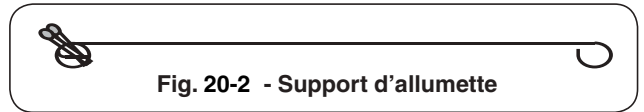

Fig. 20-2 - Support d'allumette
2. Insérez un allumeur brûlant de butane de long-baril, une allumette brûlante de long-tige, ou une allumette brûlante tenue par un support de prolongation de fil (Fig. 20-2) par les grilles à cuire au brûleur (Fig. 20-3). Pour des backburners, tenez la flamme contre le matériel perforé du brûleur arrière. Pour des sideburners, tenez la flamme contre le brûleur.